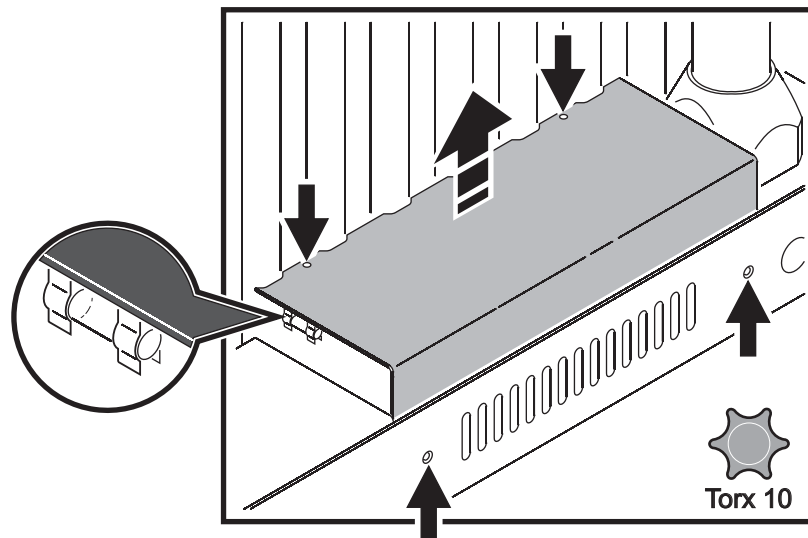

Figure 18: Changement de fusible
2. Consultez la Figure 18. Retirez les 4 vis (repérées ci-dessous) du capot. Soulevez le capot délicatement pour accéder aux fusibles. Evitez de forcer sur les capots pour ne pas stresser le câblage.